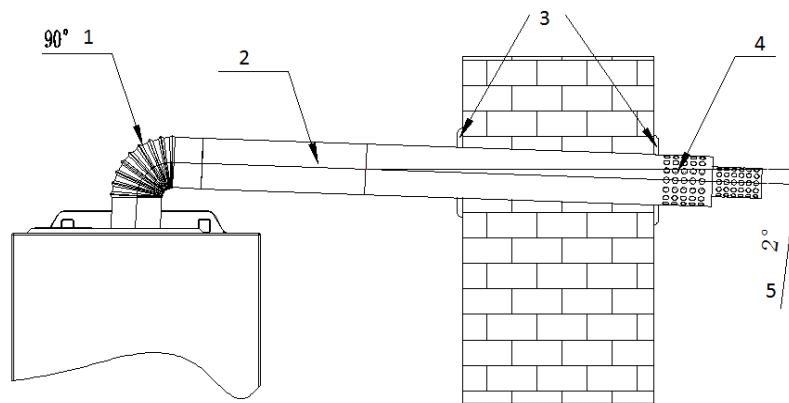

Рис. 15
В зависимости от фактического места установки котла можно столкнуться с ситуацией, когда длины трубы дымоотвода будет недостаточно для монтажа, или же необходим дополнительный поворот на 90°, тогда возможно, основываясь на фактической потребности, заказать удлинение трубы или дополнительные отводы 90°, смотри рис. 15.
**ВНИМАНИЕ:** Общая составная длина (с учетом возможных поворотов на 90°) прямой трубы коаксиального дымо-/воздуховода (считая сразу же от отвода 90° после выхода из котла) **не должна превышать 3 м (см. рис. 15)**, при этом каждый дополнительный отвод 90° равнозначен увеличению длины трубы коаксиального дымо-/воздуховода на 1 м.
Раздельная система дымоходов и воздуховодов диаметром 80мм часто применяется в случаях монтажа, когда невозможно использование коаксиальной системы дымо-/воздуховода типа «труба в трубе» из-за превышения максимально допустимой длины, или при поквартирном отоплении многоэтажных домов в случае необходимости подсоединения к различным вертикальным коллективным (идущим через несколько этажей) каналам дымохода и воздухозабора (см. схемы на рис. 15а).
**ВНИМАНИЕ:** Общая составная длина (с учетом возможных поворотов на 90° и 45°) труб дымохода и воздуховода (считая сразу же от отвода 90° после выхода из котла) **не должна превышать максимальных расстояний, указанных на рис. 15а**, при этом каждый дополнительный отвод 90° равнозначен увеличению длины трубы дымохода или воздуховода на 1 м, а каждый дополнительный отвод 45° равнозначен увеличению длины трубы дымохода или воздуховода на 0,5 м.
Обзор возможных вариантов подключения котла к различным исполнениям и типам дымо-/воздуховодных систем приведен на рис.15а.
Рис. 15а.